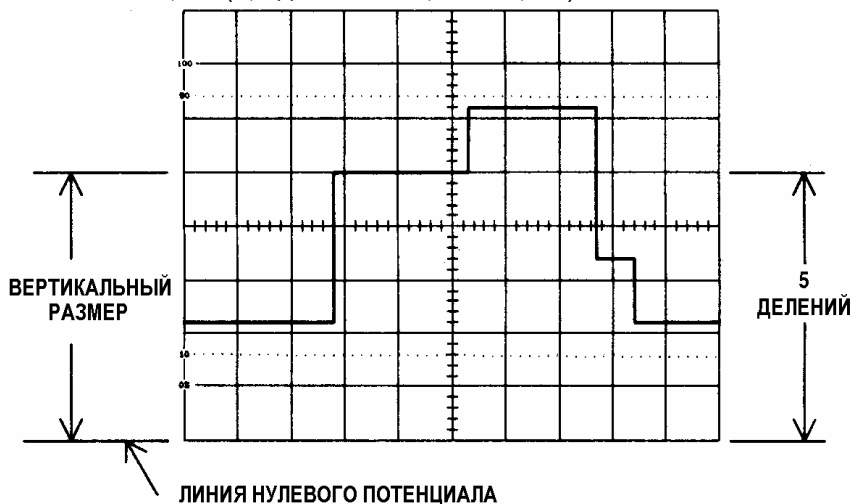

Рисунок 2-7. ИЗМЕРЕНИЕ НАПЯЖЕНИЯ В ТОЧКЕ ОСЦИЛЛОГРАММЫ
2. Поворотом ручки TIME/DIV (22) установите длительность развертки так, чтобы на экране помещался один период переменного сигнала, а переключателем VOLT/DIV добейтесь размаха сигнала на 4-6 клеток (рис. 2-7).
3. Установите переключатель AC/GND/DC (11) или (12) в положение GND.
4. Вращением ручки VERTICAL POSITION (17) или (18) совместите линию развертки луча с центральной горизонтальной линией сетки. Однако, если заранее известно, что сигнал положительной полярности, совместите луч с нижней горизонтальной линией сетки. Если сигнал
Например, если переключатель VOLT/DIV установлен на 0,5 В/дел., то для осциллограммы рис. 2-7 напряжение будет составлять 2,5 В (5,0 делений \times 0,5 В = 2,5 В).